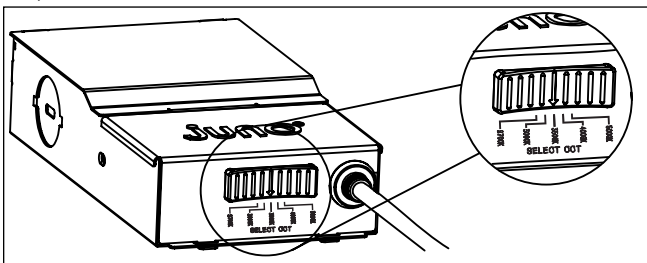

Figure 4 / Figura 4 / Schéma 4
4. Use switch on the driver box (CCT option need to be selected before fixture installation) to select appropriate light color (27K, 30K, 35K, 40K, or 50K). (Figure 4)
4. Utilisez le commutateur sur le boîtier de la commande (l'option CCT doit être sélectionnée avant l'installation du luminaire) pour choisir la couleur de la lumière appropriée (27K, 30K, 35K, 40K, ou 50K). (Figure 4)